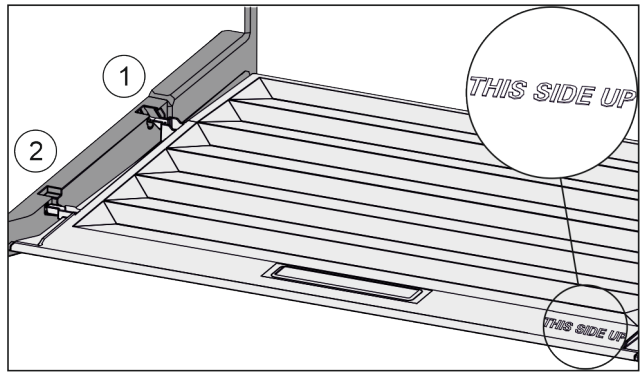

Fig. 102
- ▶ Vie kannen korokeosa takimmaisessa kiinnittimessä Fig. 102 (1) olevan aukon kautta sisään ja kiinnitä se edessä kiinnittimeen Fig. 102 (2).